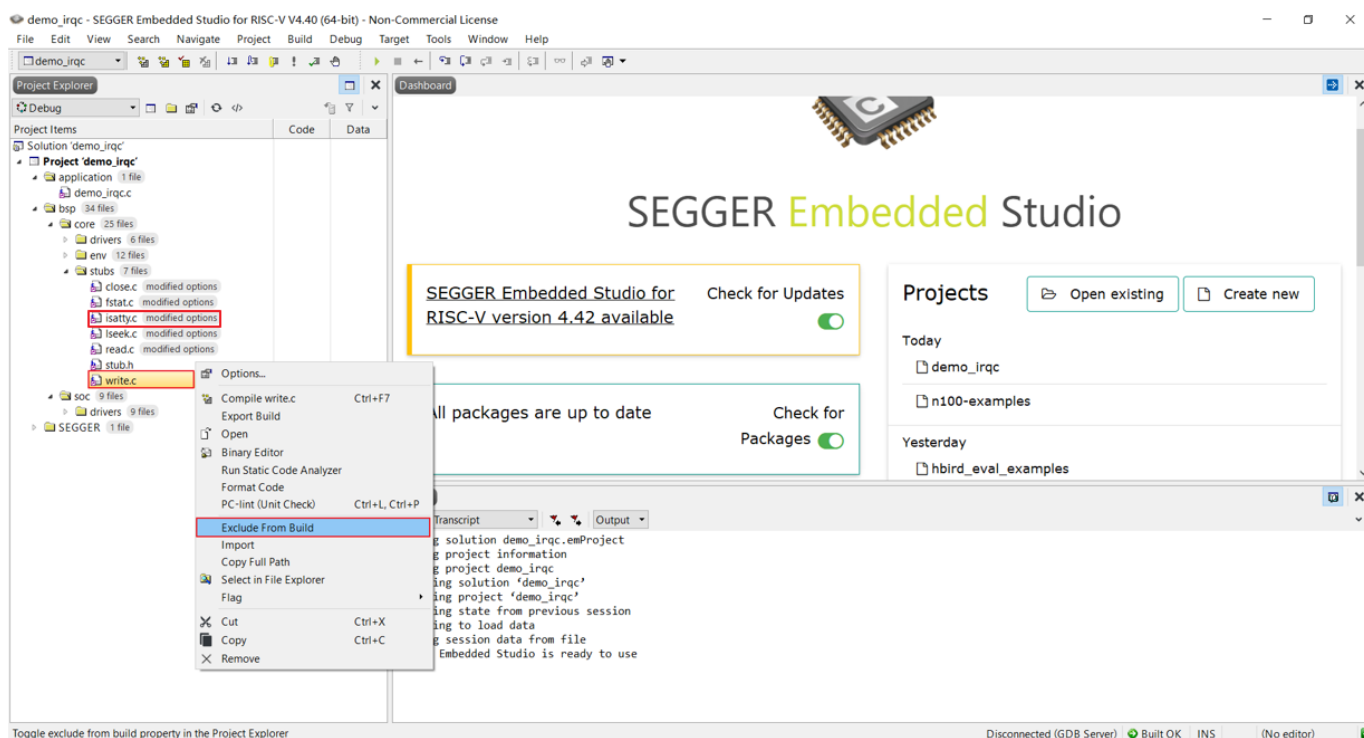

图 4-15 输出重定向到 RTT
- 将 SEGGER 文件夹拖到当前工程下。且右击图 4-15 中红框标示的 write 文件和 isatty 文件，打开右键菜单，选择 Excluded From Build。